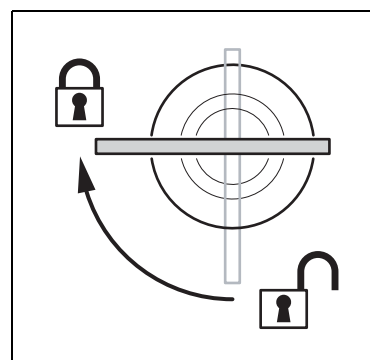

Figura 2: Fijación de 1/4 de vuelta
1. Instalar una garra sobre un soporte omega. Una vez hecho esto, fijar el soporte a la luminaria mediante las fijaciones de 1/4 de vuelta sobre los puntos indicados en el panel posterior (ver Figura 1 en página 6). Asegurarse que las fijaciones de 1/4 de vuelta estén totalmente girados 90° en sentido horario para quedar bloqueados (Figura 2).